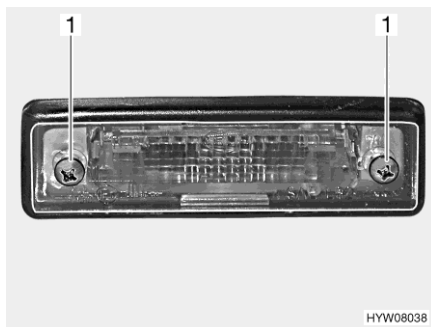

Bild 225 Belysning bak (nummerplåtsbelysning)
- Lossa två skruvar på huset (Bild 225,1).